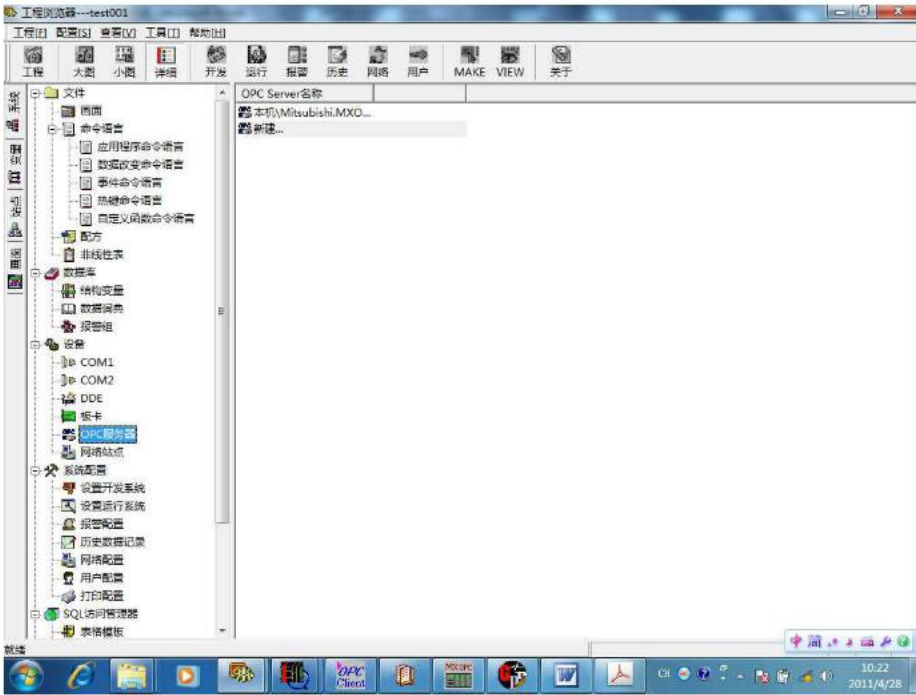

图 14
(1) 启动“kingview6.52”，新建工程，双击当前工程，点击 OPC 服务器，双击新建，图 14。